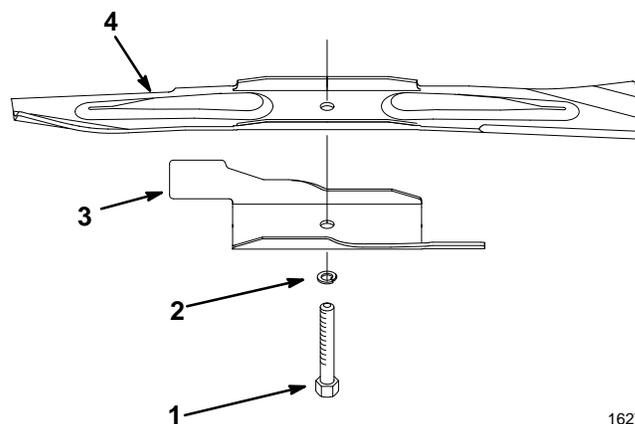

Figure 23
5. **DÉPOSE DE LA LAME**—saisir l'extrémité de la lame avec un chiffon ou un gant épais. Retirer le boulon de lame, la rondelle frein, l'accélérateur de lame et la lame (Fig. 23).